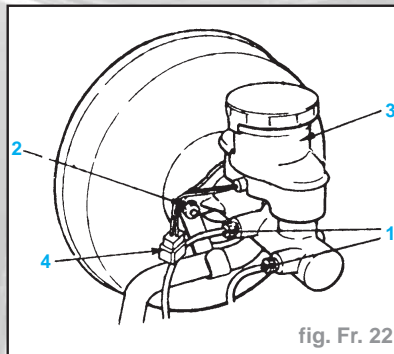

fig. Fr. 22
- La fiche de faisceau de câbles (4), les conduites de frein (1), le maître-cylindre (3), les deux écrous (2) (fig. Fr. 22).